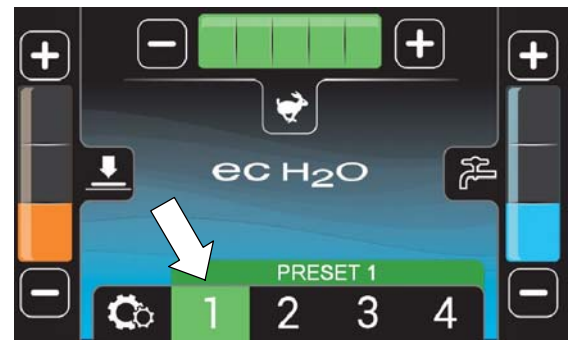

РИС. 54
8. Для быстрого начала работы нажмите на номер настройки зоны (Рисунок 54). После активации функции номер зоны окрашивается в зеленый. Все настройки зон заданы на заводе-изготовителе и включают различные скорости потока раствора, нажимы и максимальные скорости очистки.